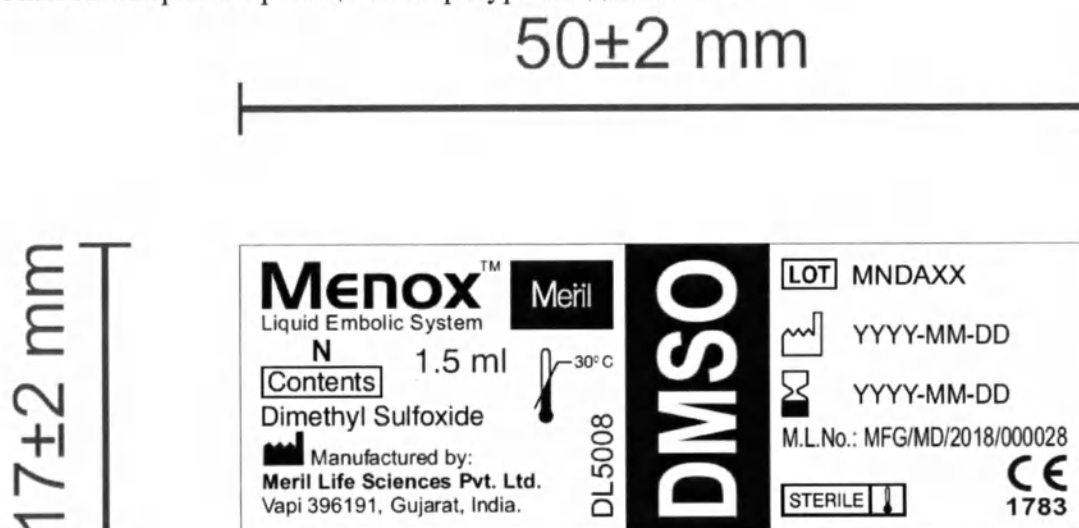

Рисунок 2: Внутренняя этикетка DMSO
- Внутренняя этикетка DMSO (см. рис.2), наносимая на флакон с диметилсульфоксидом, должна содержать: